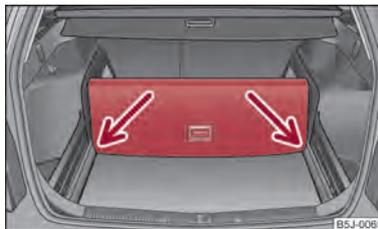

Fig. 52 Dividir el maletero
- Levantar la parte con fijación tirando de la empuñadura y asegúrelo introduciéndolo en las ranuras ⇒ fig. 52.